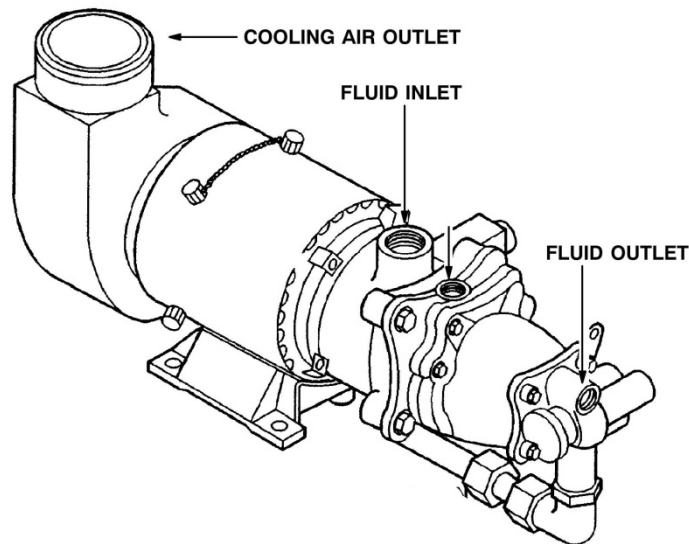

Рис. 1.5. Электрический насос Electric Pump.
4). Электрический насос Electric Pump (ELEC) (рис.1.5.), который является вспомогательным источником гидросистемы: